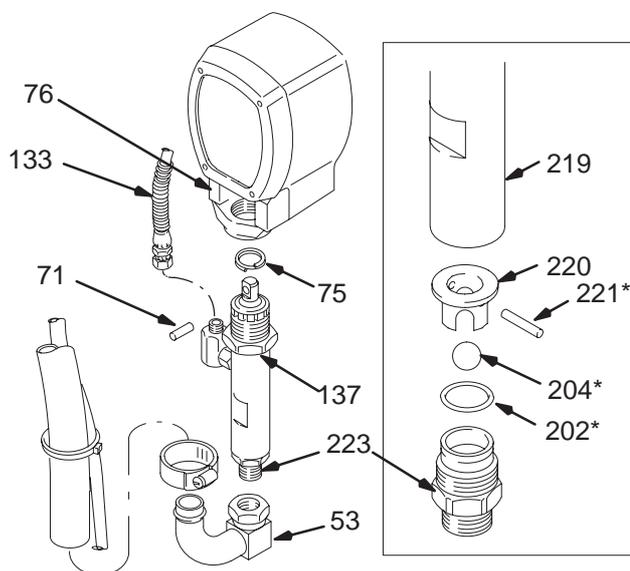

Fig. 20
Desmontaje de la bomba Véase la Fig. 20.
1. Desenroscar la válvula de entrada (223) y retirar todas las piezas. Véase la Fig. 20.
- Montar e instalar la válvula de entrada. Utilizar una **nueva** empaquetadura (202*). Apretar la válvula a un par de 90 N.m. Véase la Fig. 20.
Instalación de la bomba Véase las Fig. 20 y 26.